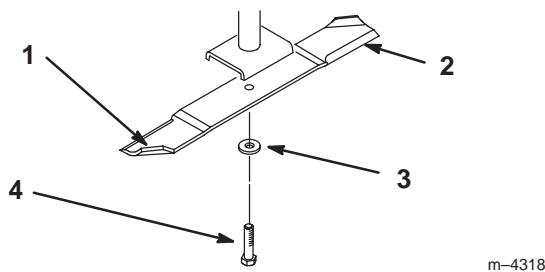
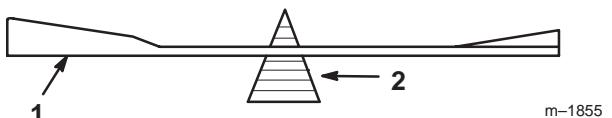

Figure 26
Figure 28
Tenez la lame à son extrémité avec un chiffon ou un gant épais. Retirez le boulon, la rondelle élastique et la lame de l'axe de la lame (Fig. 26).
2. Vérifiez l'équilibre de la lame en la plaçant sur un équilibrEUR (Fig. 28). Si la lame reste horizontale, elle est équilibrée et peut être utilisée. Si la lame est déséquilibrée, limez un peu l'extrémité de la partie incurvée seulement (Fig. 26). Répétez la procédure jusqu'à ce que la lame soit équilibrée.
1. Placez la lame sur l'axe (Fig. 26).
2. Installez la rondelle plate, la rondelle-frein et le boulon de fixation de la lame (Fig. 26). Serrez le boulon de lame à 115–150 Nm (85–110 pieds-livre).